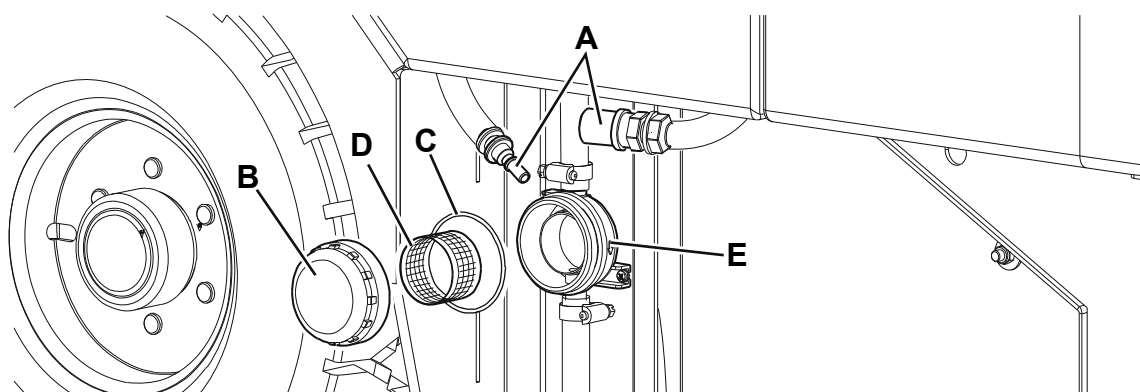

Figure 7
1. Porter la machine sur un sol plat, serrer le frein de stationnement et tourner la clé de contact (64) sur "O".
2. Dégager le raccord rapide (A, Fig. 7) du réservoir.
3. Démonter le panneau gauche (2) pour rejoindre le filtre à eau (30).
4. Enlever le couvercle transparent (B) avec le joint (C), puis enlever le filet filtrant (D). Les nettoyer et les reposer dans le support (E).